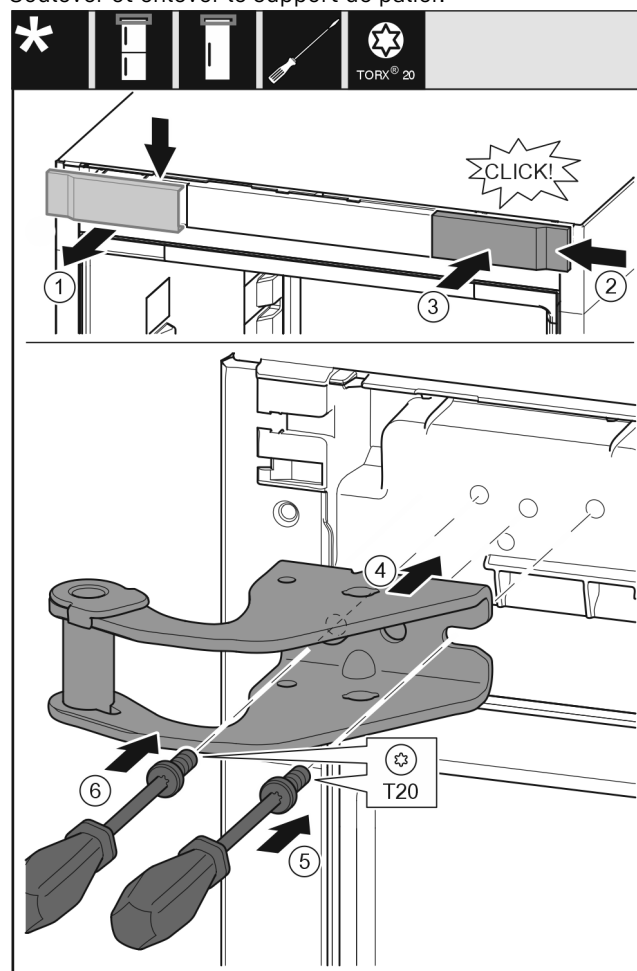

Fig. 15
- ▶ Retirer le cache Fig. 15 (1) depuis le haut vers l'avant.
- ▶ Accrocher le cache Fig. 15 (2) tourné de 180° de l'autre côté depuis le côté droit.
- ▶ Enclencher le cache Fig. 15 (3).
- ▶ Poser le support de palier supérieur Fig. 15 (4).
- ▶ Poser la vis Fig. 15 (5) avec un tournevis et la serrer.
- ▶ Poser la vis Fig. 15 (6) avec un tournevis et la serrer.